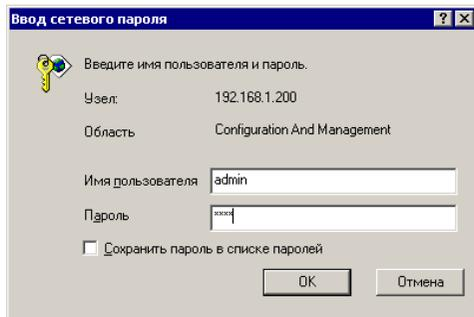

Рисунок 12 – Окно ввода пароля
7.6.1 Вход на эту страницу защищен паролем (рисунок 12), который требуется ввести в следующем окне: